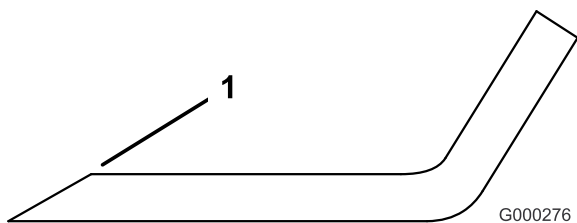

Figura 62
1. Utilice una lima para afilar el filo de corte en ambos extremos de la cuchilla (Figura 62). Mantenga el ángulo original. La cuchilla permanece equilibrada si se retira la misma cantidad de material de ambos bordes de corte.